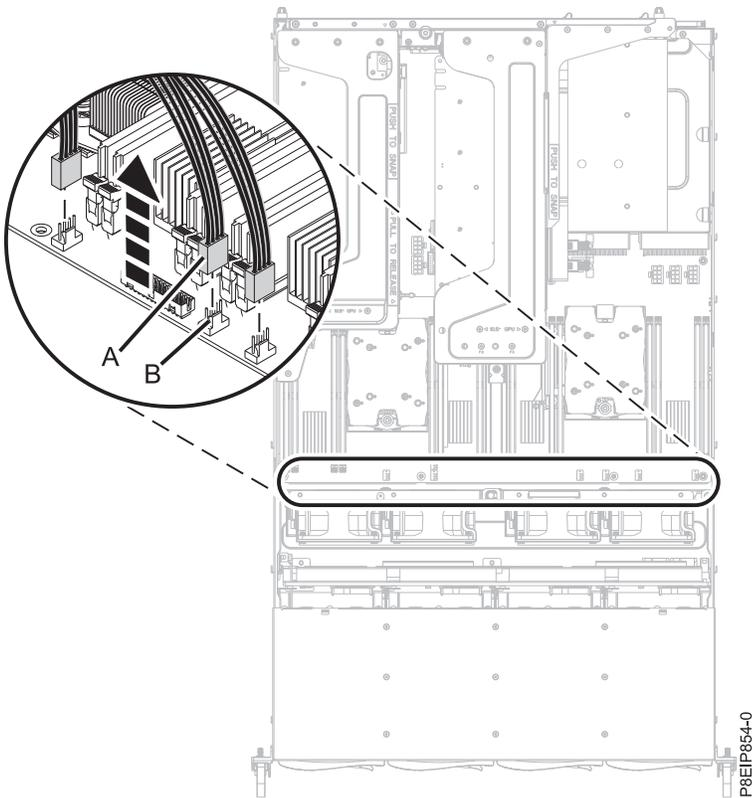

Figura 60. Desconexión del cables del ventilador
4. Desconecte los cuatro cables de alimentación de ventilador de la placa posterior del sistema como se muestra en la Figura 60 en la página 52. Suelte el clip del conector **(B)** y extraiga con cuidado del conector **(A)** de la placa posterior del sistema. No tire de los cables.